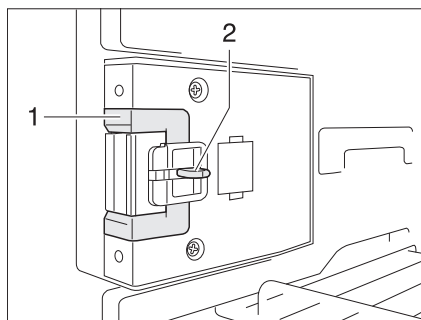
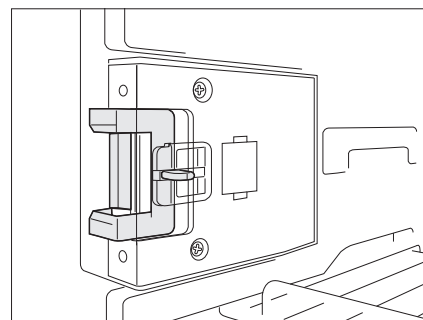

Fig. 210 Dispositivo de cierre en posición normal
Fig. 211 Dispositivo de cierre en posición de ventilación
- Hundir el desbloqueo (Fig. 210,2).
- Empujar el dispositivo de cierre (Fig. 210,1) hacia delante (Fig. 211).